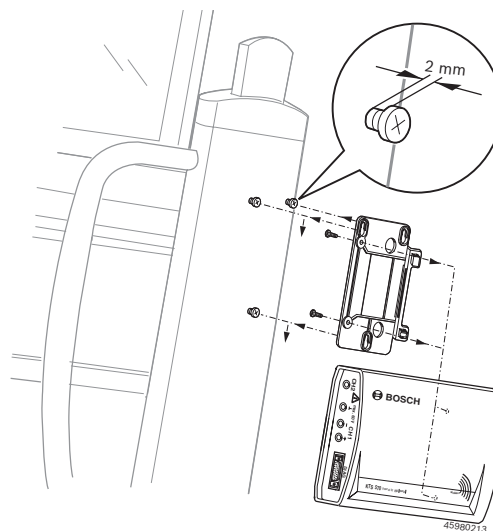

Fig. 4: Montering av fästhållare
1. Skruva fast de tre skruvar med kullrigt huvud som ingår i leveransen på Bosch körvagn (se fig. 4).